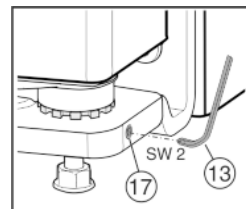

Fig. 17
- ▶ A menetes csapot Fig. 17 (17) kissé tekerje kifelé (legfeljebb egy fordulatot!).
- ▶ A tartócsap rögzítéséhez ismét húzza meg a menetes csapot Fig. 17 (17).